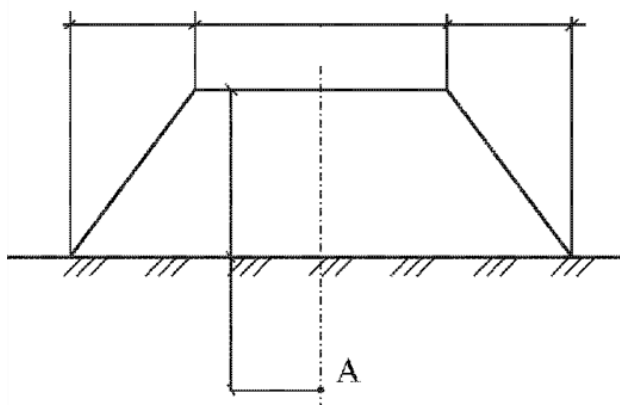

Рис.4
6. Найти высоту грунтовой насыпи H_n , имеющей размеры B и a , плотность ρ_n , если известно нормальное сжимающее напряжение σ_{zn} от веса насыпи в точке А на глубине z под центром насыпи (рис.4).